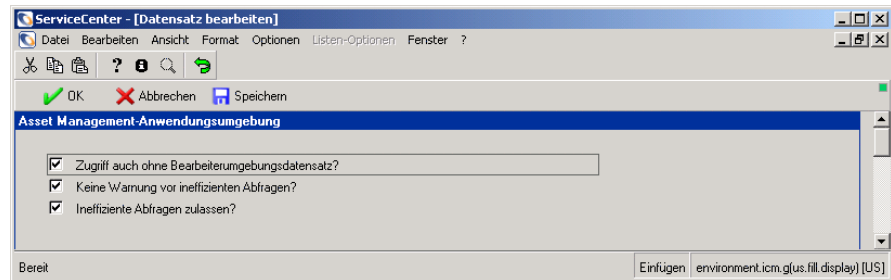

Abbildung 7-9: Umgebungsdatensatz von Asset Management
- 2 Klicken Sie im Register **Assets** auf **Umgebung**. Abbildung 7-9 zeigt den Umgebungsdatensatz der Anwendung.